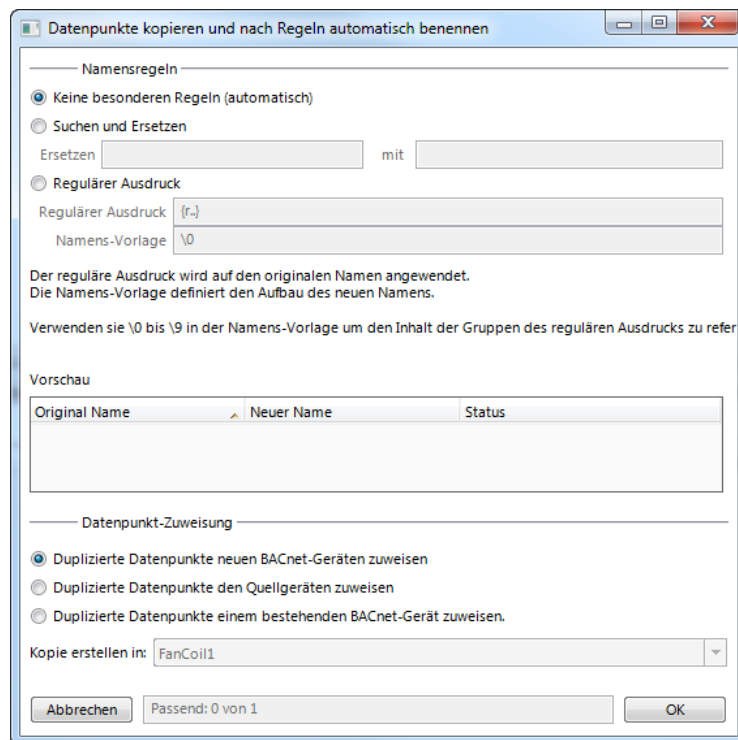

Abbildung 129: Duplizieren von BACnet-Geräten.
3. Der Kopier-Dialog mit **Datenpunkte kopieren und nach Regeln automatisch benennen** wird geöffnet wie in Abbildung 129 gezeigt.